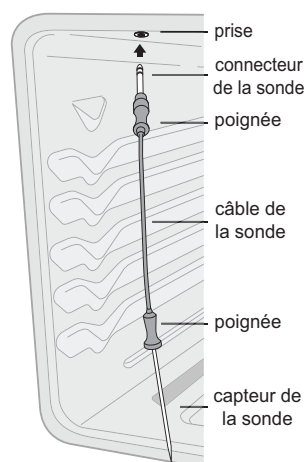

Figure 25 : Insertion de la prise de la sonde
La prise de la sonde se situe en haut de la cavité du four, comme l'illustre la Figure 25.
Manipulez la sonde avec soin lorsque vous l'insérez et la retirez de l'aliment ou de la prise. N'utilisez pas d'ustensiles de cuisine, comme des pinces, pour tirer sur le fil de la sonde lorsque vous l'insérez ou la retirez de l'aliment ou de la prise. Utilisez la poignée fournie, comme l'illustre la Figure 25. Après la cuisson, débranchez la sonde avec précaution au moyen d'une manique pour éviter de vous brûler les mains.
2. Branchez la sonde thermique dans la prise prévue à cet effet située en haut de la paroi interne du four (Figure 25).